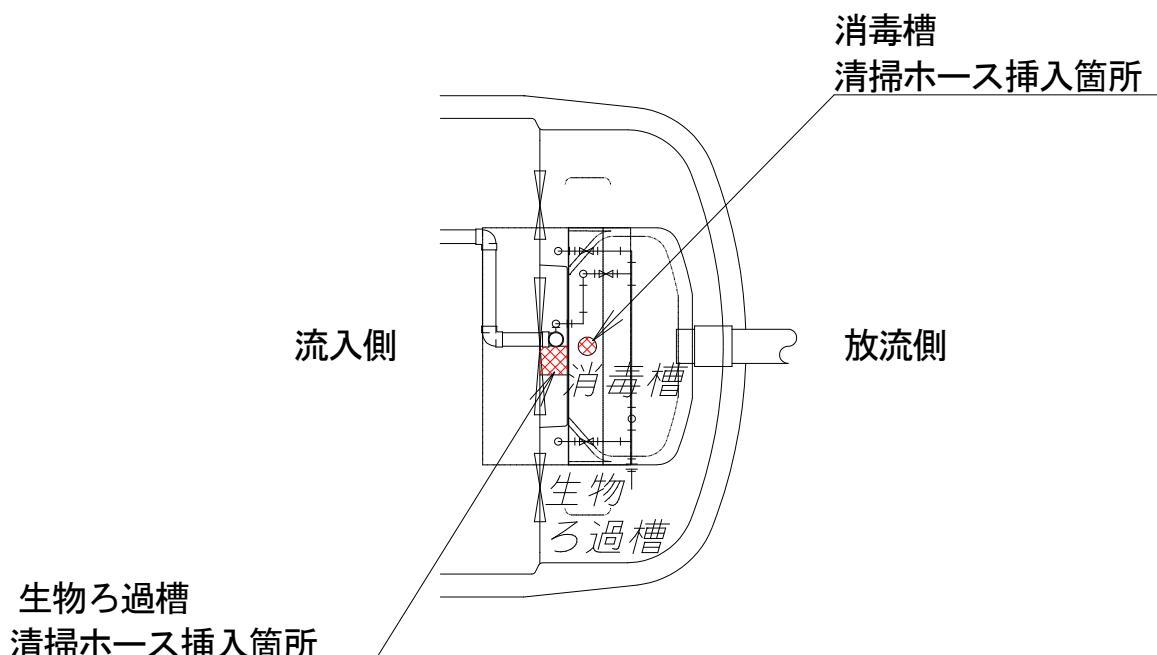

図4-4 生物ろ過槽および消毒槽における清掃ホース插入箇所
- ③バッフル底部へホースを挿入し、汚泥を適正量引き抜いてください(図4-4参照)。
- ①薬剤筒を取り出します。
- ②消毒槽開閉フタの穴から槽底部までホースを挿入し、汚泥を適正量引き抜いてください(図4-4参照)。
- ③薬剤筒を元に戻します。